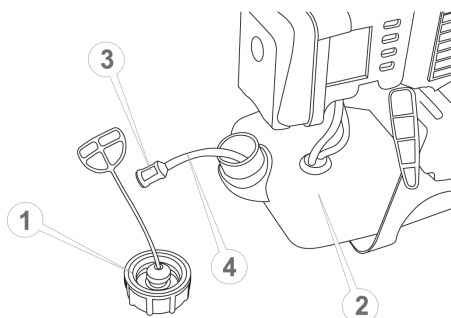

Рисунок 19. Схема обслуговування паливного фільтра.
1. Відкрутити кришку (1, рис. 19) заливної горловини паливного бачка (2, рис. 19) та обережно вийняти кришку з бачка.
2. Використовуючи дротяну петлю, обережно витягнути паливний фільтр (3, рис. 19).
3. Від'єднати паливний фільтр від паливопроводу (4, рис. 19).